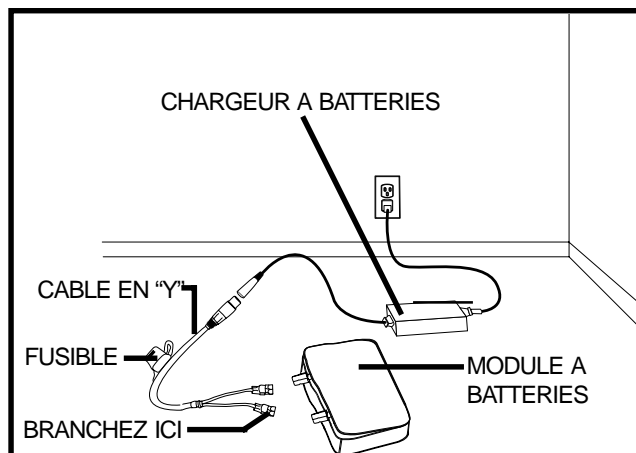

Figure 11. Recharge des batteries hors du scooter.
3. Branchez le câble en "Y" aux fils du module à batteries. Voir la figure 11.